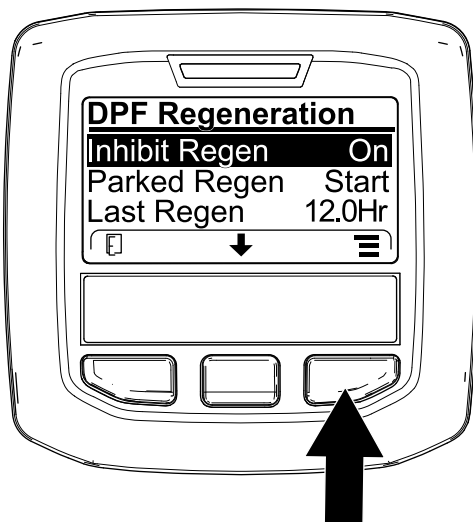
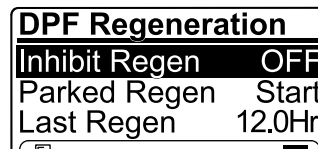

Bild 65
Bild 66
1. Navigieren Sie auf das Menü „DPF Regeneration“, drücken Sie die mittlere Taste und navigieren Sie auf die Option INHIBIT REGEN.; drücken Sie die rechte Taste, um den Eintrag „Inhibit Regen.“ auszuwählen (Bild 65).
2. Drücken Sie die rechte Taste, um die Einstellung für das Verhindern der Regenerierung von „On“ in „Off“ (Bild 65) oder von „Off“ in „On“ (Bild 66) zu ändern.